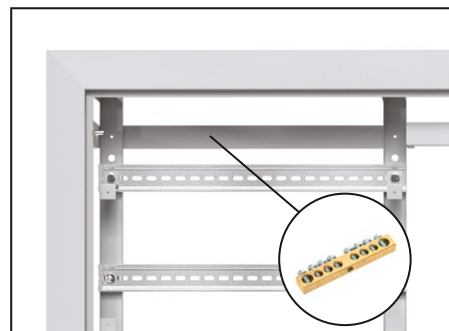

Рис. 14
1.3. Установите и закрепите на шине РЕ** (приобретается отдельно) на месте, указанном на рис. 14.